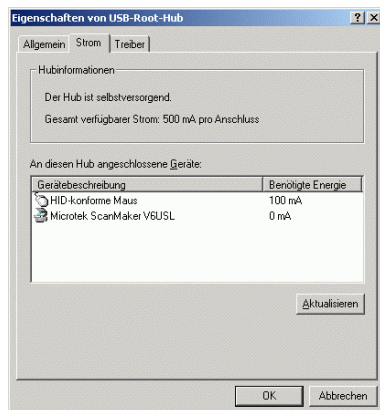

Bild 1-1 Gesamt verfügbaren Strom eines USB-Anschlusses anzeigen
- die Registerkarte **Strom** (Bild 1-1) wählen. Ist der Hub selbstversorgend, und der unter **Hubinformationen** aufgeführte verfügbare Strom beträgt 500 mA pro Anschluss, so können *high power devices* angeschlossen werden.